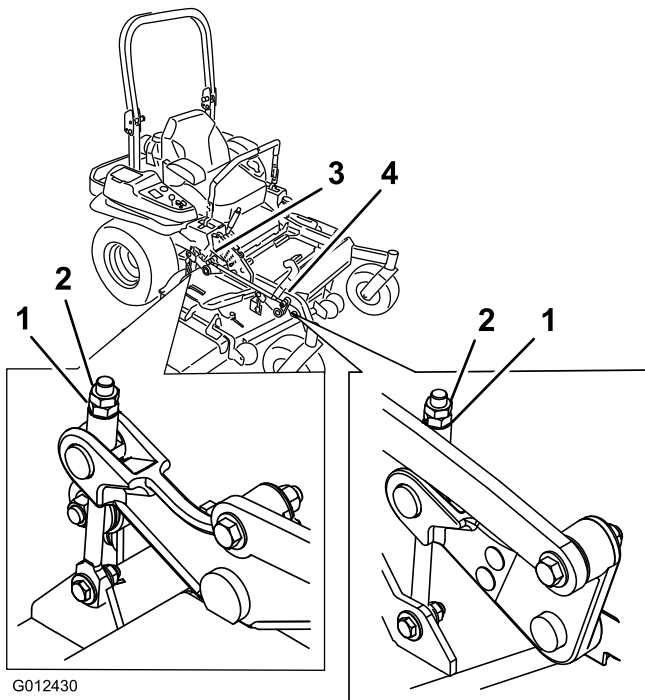

Bild 86
10. Drehen Sie die Einstellmutter am Frontmähwerkhub, um eine genaue Einstellung zu erreichen (Bild 86).
16. Drehen Sie die Einstellmutter am Frontmähwerkhub, um eine genaue Einstellung zu erreichen (Bild 86).